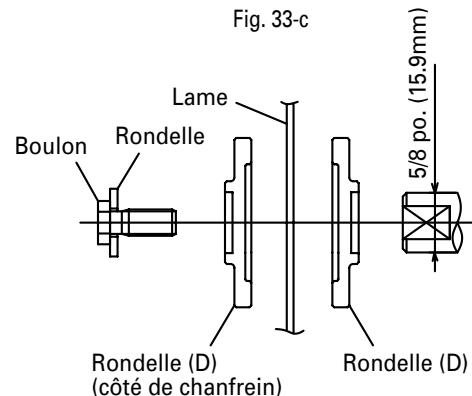

Fig. 33-d
- (7) Appuyer sur le verrou d'axe et serrer le boulon en le tournant vers la gauche à l'aide de la clé fournie comme accessoire standard (clé à douille de 10mm), comme indiqué à la Fig. 33-c.